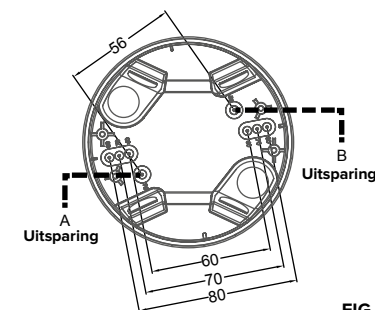

FIG. 11
1. Bepaal de juiste afstand van de bevestigingsschroeven in de opbouwbehuizing voor de montage op een centraaldoos. Hiervoor zijn 4 paar sparingen aangebracht in de behuizing, variërend in afstand van 56 tot 80 mm zodat de behuizing altijd juist gemonteerd kan worden op diverse inbouwdozen. Selecteer hiervoor een gat met dezelfde afstand aan beide zijden (zie ook FIG. 11).